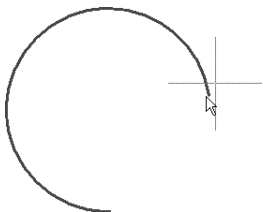

图 3-54 确定圆弧起始点
(3) 光标自动移动到圆弧的起始角处，移动鼠标可以改变圆弧的起始点。单击鼠标左键确定圆弧的起始点。如图 3-54 所示。